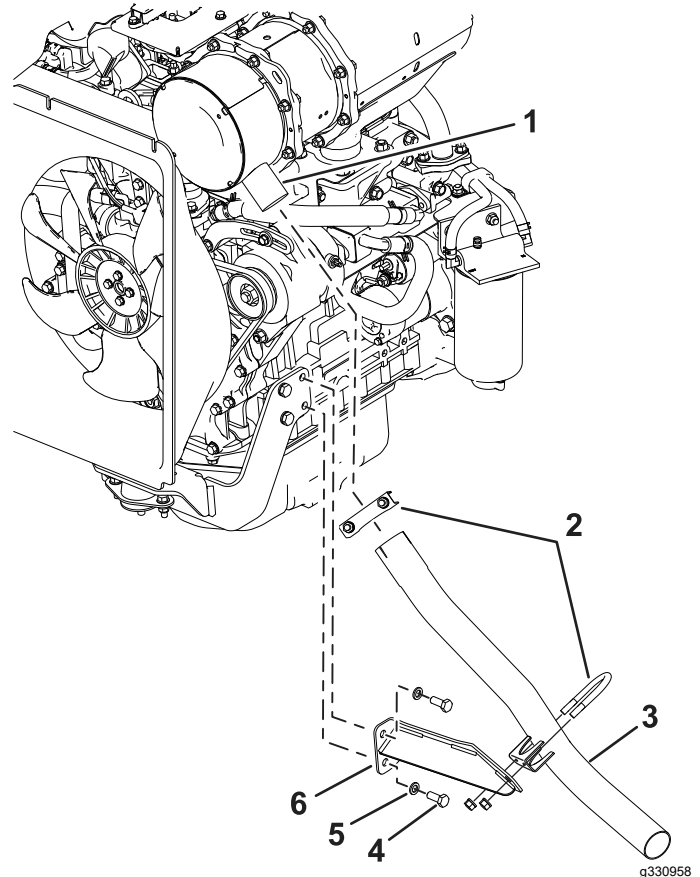

Figura 3
5. Coloque la abrazadera existente sobre el nuevo tubo de escape e instale el nuevo tubo de escape en la salida del DPF (Figura 3).
6. Instale la abrazadera nueva alrededor del tubo de escape nuevo y el conjunto del soporte con las fijaciones de la abrazadera (Figura 3).
4. Instale el conjunto de soporte nuevo en el lateral del motor con las arandelas y los pernos del motor que retiró anteriormente (Figura 3).
8. Apriete los pernos del motor a 54 N·m (40 pies-libra), y luego apriete todas las abrazaderas (Figura 3).